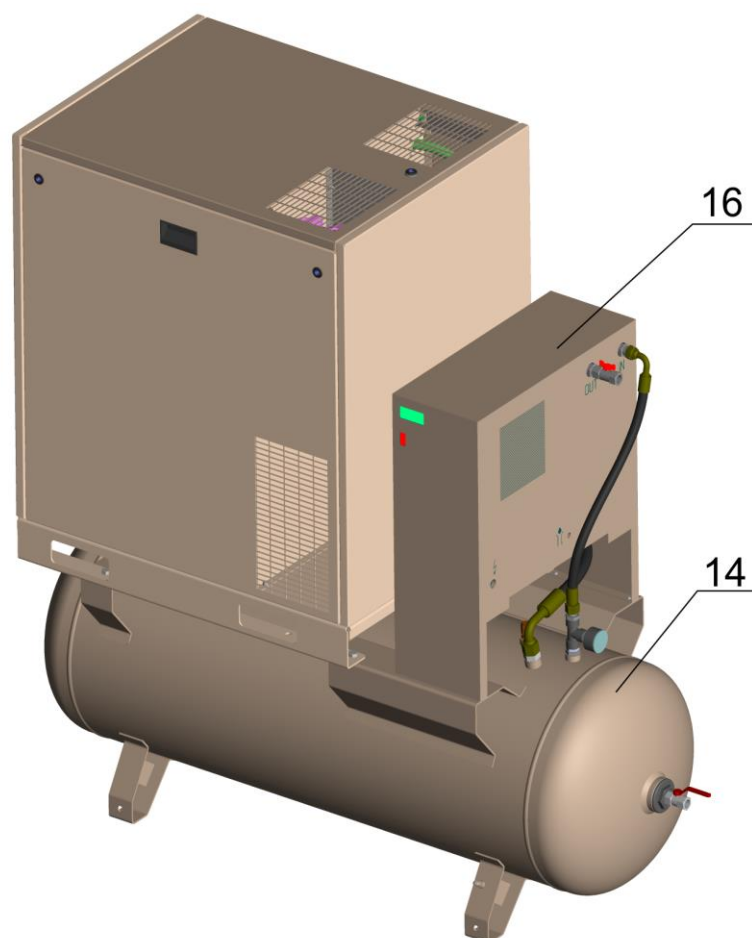

Рисунок 3 – Общий вид компрессорных установок КС7-8-270Д, КС10-8-270Д
**16 – Осушитель** (рис. 3) предназначен для отделения влаги, содержащейся в сжатом воздухе.